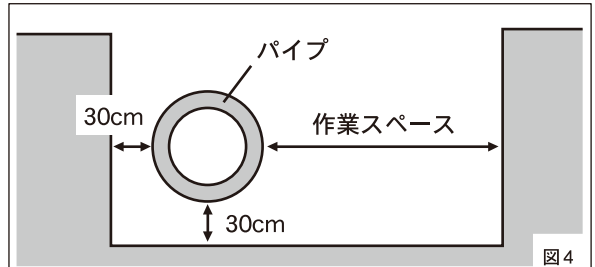

図4
管の準備・ガイドリングの取付け (図4~5)
- ①溝切加工を行う管を掘り出し、図4のように土などを取り除いて管の周囲に30cm以上のスペースと、片側に人が入って作業できるスペースを確保してください。